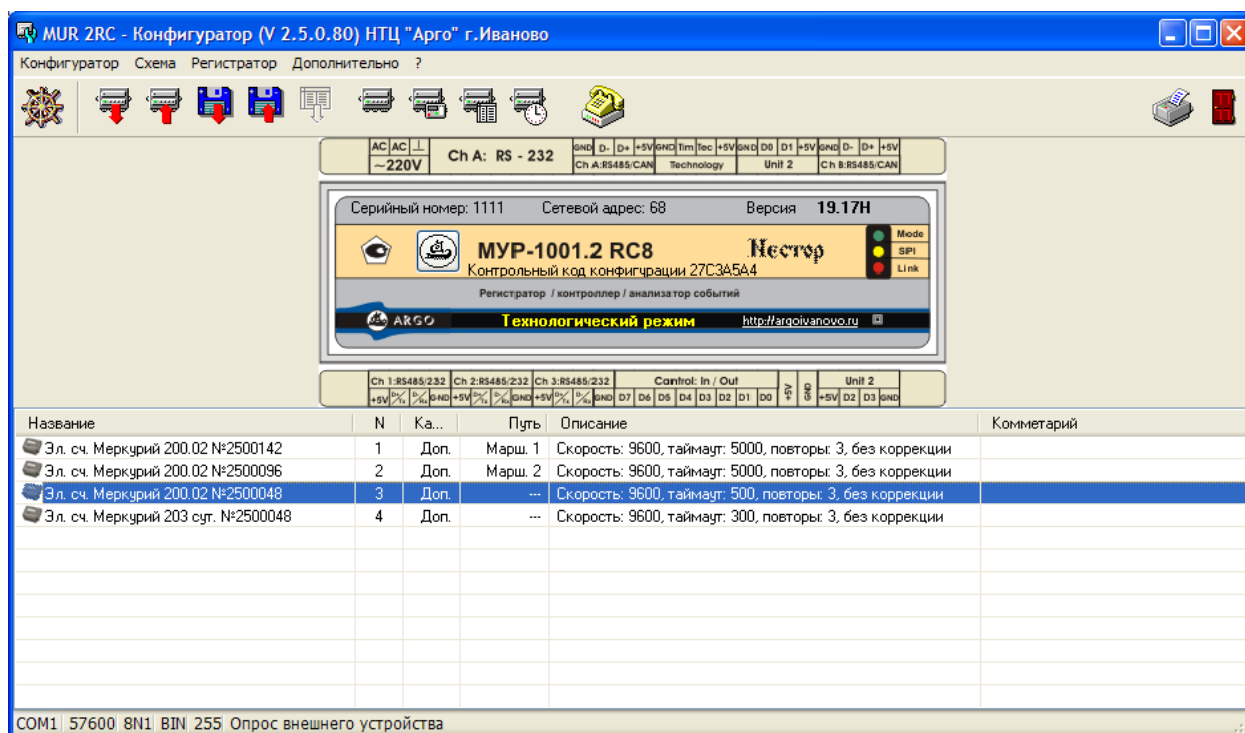

Рис.1. Чтение текущих показаний прибора из главного окна конфигуратора
- Из главного окна программы (щелчок правой кнопкой мыши на выбранном устройстве, далее выбор «Мгновенные значения» или Ctrl-Alt-C) (см. рис. 1)